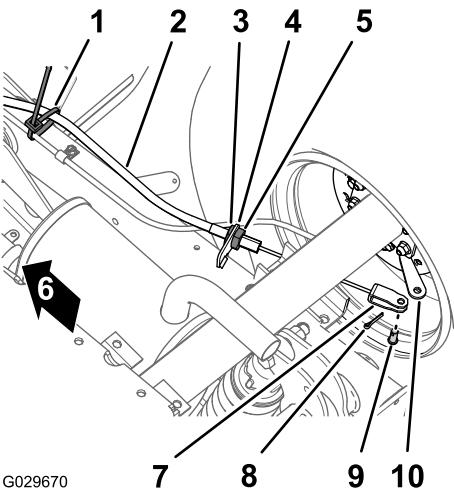

Рисунок 42
1. В нижней части машины снимите кабельную стяжку, которая крепит трос стояночного тормоза к трубке рабочего тормоза (Рисунок 42).
2. Нанесите отметку углового положения в виде черты на передней зажимной гайке троса стояночного тормоза (Рисунок 42).
3. Ослабьте заднюю зажимную гайку и снимите трос с кронштейна троса тормоза (Рисунок 42).
4. Снимите шплинт и штифт с отверстием, который крепит вилку троса стояночного тормоза к рычагу привода тормоза, и отделите трос от рычага (Рисунок 42).
- Проложите резьбовой регулятор троса стояночного тормоза к кронштейну троса, а вилку к рычагу привода тормоза (Рисунок 42).
- Совместите резьбовой регулятор троса стояночного тормоза с кронштейном троса и затяните заднюю зажимную гайку (Рисунок 42).